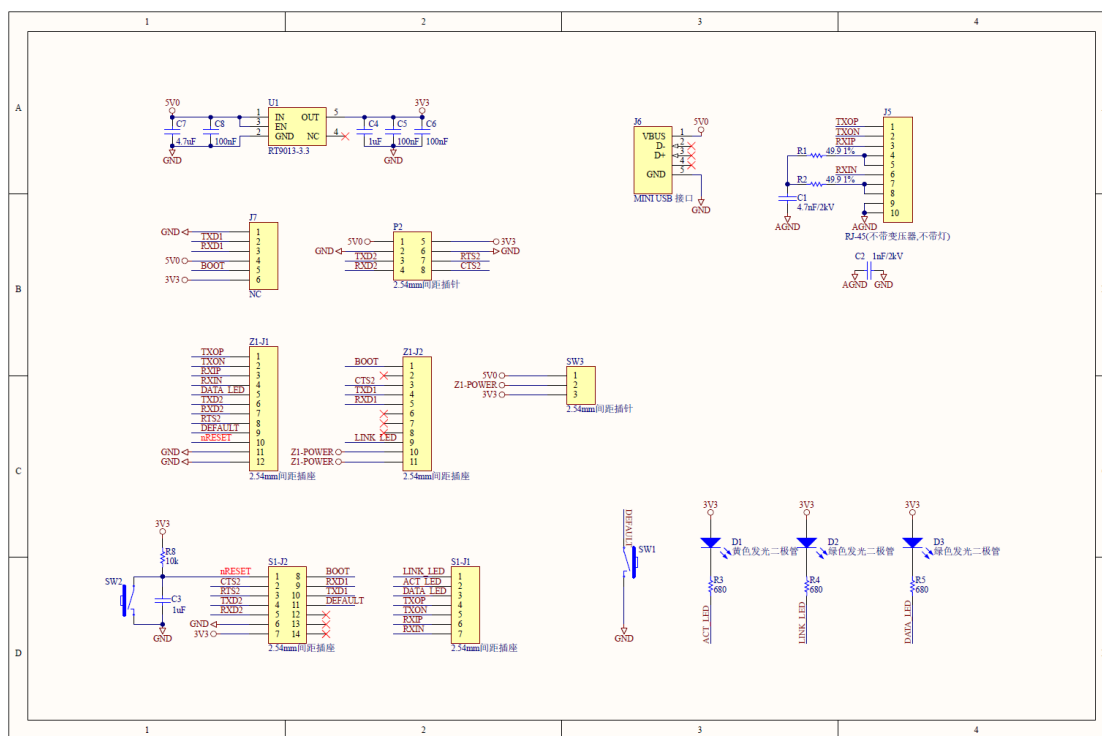

图 2-4 W7500S2E-Z1 评估板参考设计原理图
- ◆ 评估板参考设计原理图如图 2-4 所示,用户在应用 W7500S2E-Z1 模块做二次开发时可以参考该图设计。